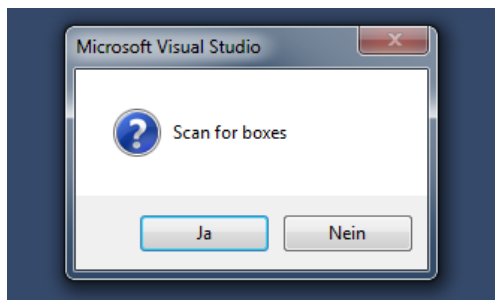

Abbildung 6.4: TwinCAT – Scan for boxes
- Bestätigen sie die Frage „Scan for Boxes“ mit „Ja“ (s. Abbildung 6.4)